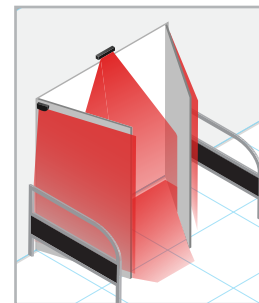

IMAGEN 4
- Sensor montado en el lado batiente de la puerta | ver imagen 4